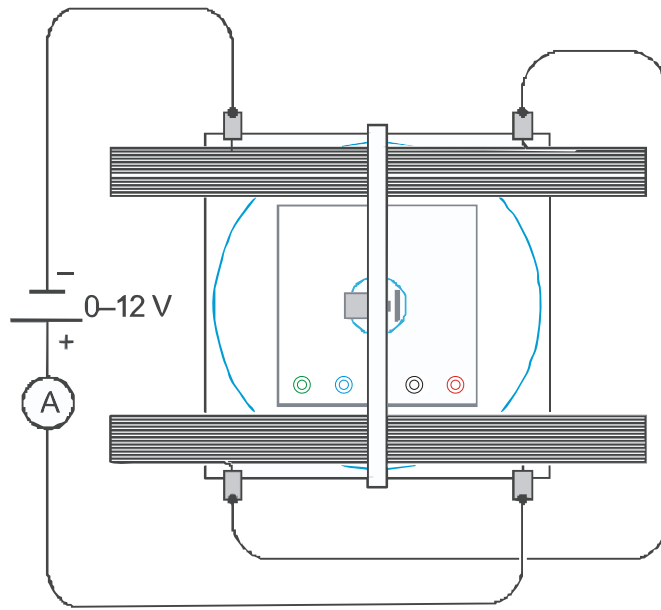

Fig. 2 Beschaltung der Helmholtz-Spulen
- Spulen gemäß Fig. 2 in Reihe an das DC-Netzgerät 20 V U33020 anschließen, so dass beide Spulen gleichsinnig vom Strom durchflossen werden.